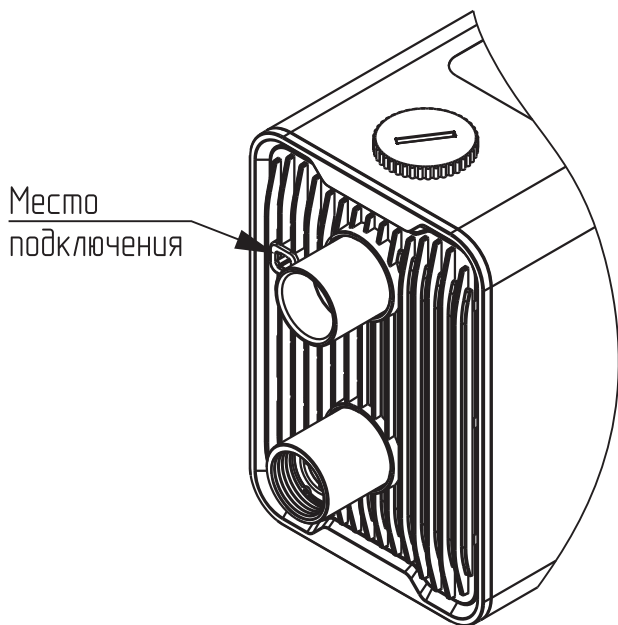

Рис.9 Параллельное подключение насосов
1. Подключите оба насоса по сигнальному проводу (**Рис.9**) (приобретается отдельно, арт. DU4991100453);